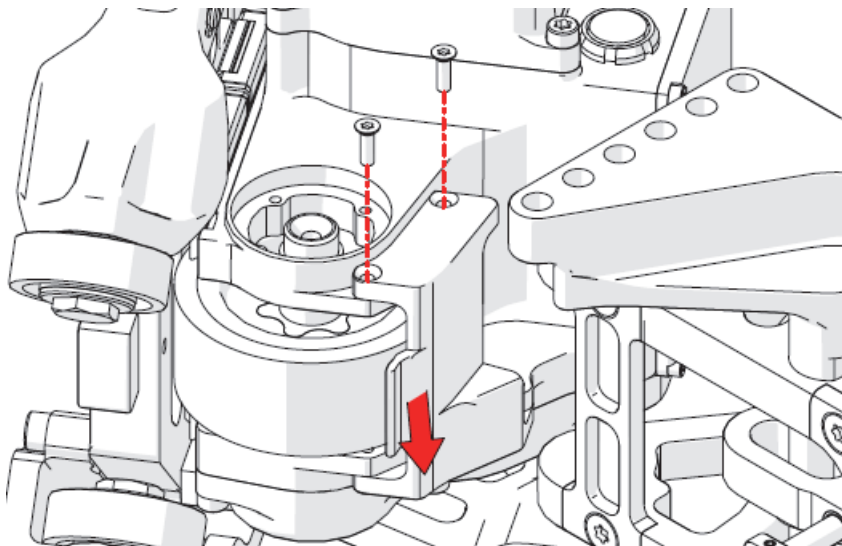

Figura 2-14 Extracción del protector de la rueda de conducción
16. Con un des[tornillador] tornillador Torx T10, retire los dos tornillos y el protector de la rueda de conducción (ver Figura 2-14 en la página 98).